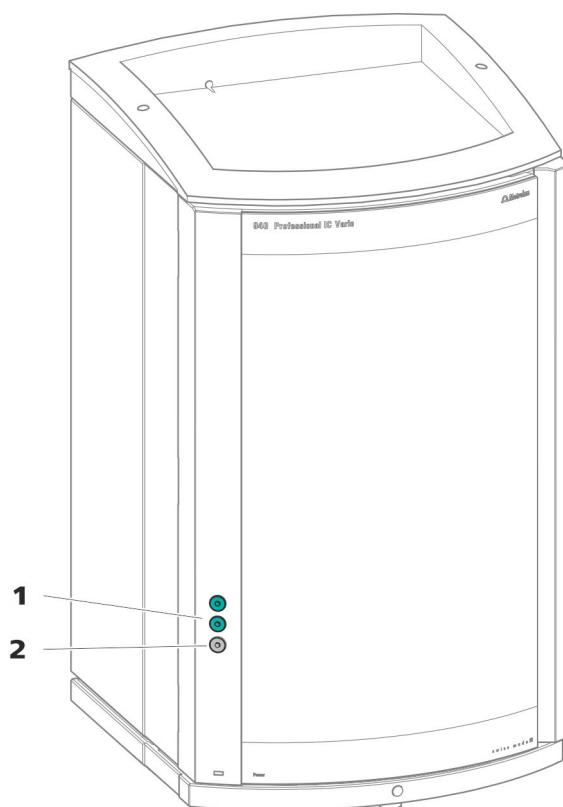

Figura 3 Orificios de paso en la puerta
- orificios en la puerta (véase figura 3, página 12)